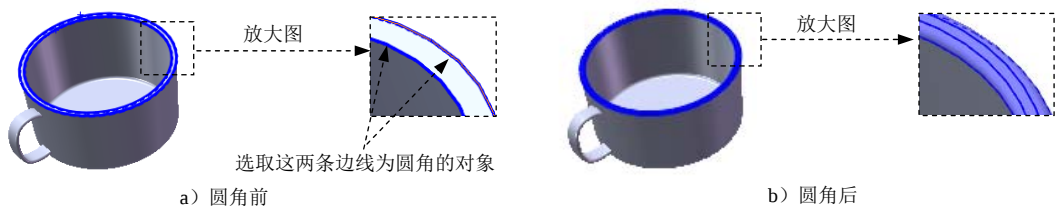

图 3.29.14 圆角 4
Step12. 创建图 3.29.14 所示的零件特征——圆角 4。选取图 3.29.14a 所示的两条边线为要圆角的对象，输入半径值为 1.0。